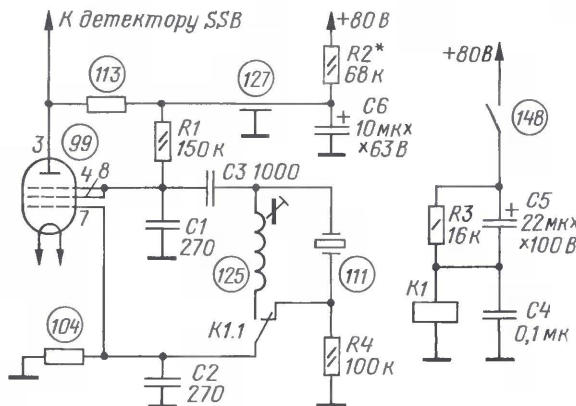

Рис. 5
**Телеграфный гетеродин** в Р-311 стабилизирован кварцевым резонатором на частоту 232,125 кГц, что соответствует после преобразования на второй гармонике частоте несущей 464,25 кГц. Так как эта частота ниже полосы пропускания кварцевого фильтра, а частота ГПД выше частоты сигнала, то максимум усиления тракта ПЧ приходится на нижнюю боковую полосу. Поэтому комфортный прием SSB возможен только на нижних КВ диапазонах. На диапазоне 20 метров используется, как известно, верхняя боковая полоса. Без переделок прием на подаваемой кварцевым фильтром этой полосе возможен только благодаря невысокой прямоугольности его АЧХ. Для полного использования селективных свойств кварцевого фильтра на этом диапазоне необходимо переключать частоту гетеродина, устанавливая ее выше полосы пропускания. Это и реализовано в предлагаемой доработке (рис. 5) с максимальным использованием штатных элементов приемника.